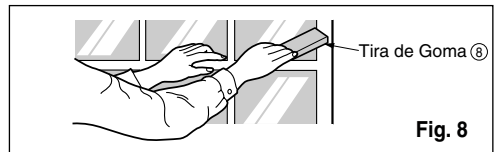

Fig. 8
11. Corte la tira de goma ⑥ a la medida apropiada e introdúzcala entre la parte superior e inferior de la ventana. (Ver Fig. 8)